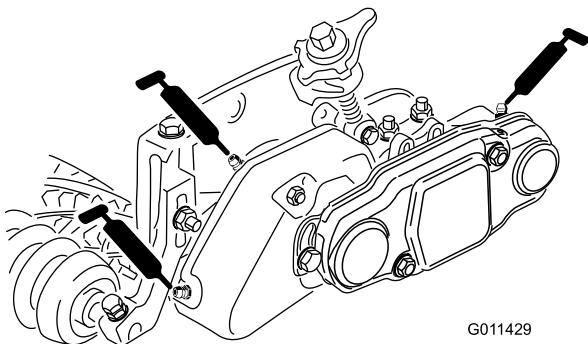

Рисунок 37
49. Заполните консистентной смазкой каждый корпус подшипника барабана (Рисунок 37). Излишки смазки будут выдавлены между внутренними уплотнениями и ограждениями уплотнений.
50. Смажьте консистентной смазкой каждый подшипник механической щетки (максимум 2 или 3 качания смазочным шприцем) (Рисунок 37). Не допускайте чрезмерного смазывания, так как слишком большое количество консистентной смазки может нарушить герметичность. Удалите излишки консистентной смазки.